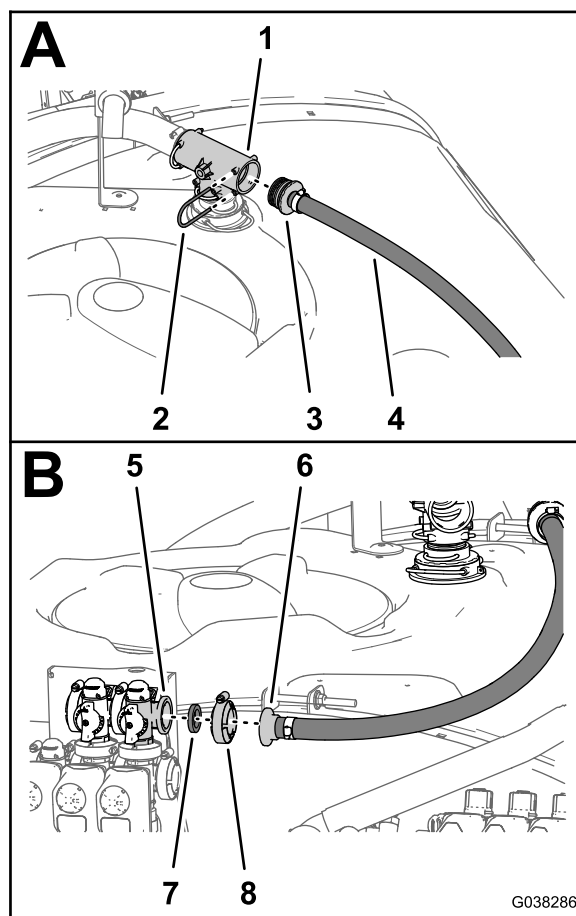

Figura 68
1. Montate il raccordo diritto dentellato del flessibile di bypass (2,5 x 110 cm) nel foro posteriore del raccordo a T nella parte superiore del serbatoio dell'irroratrice (Figura 68).
4. Allineate la flangia del raccordo diritto dentellato e la guarnizione (1" x 1³/₈") alla flangia della valvola di bypass (Figura 68).